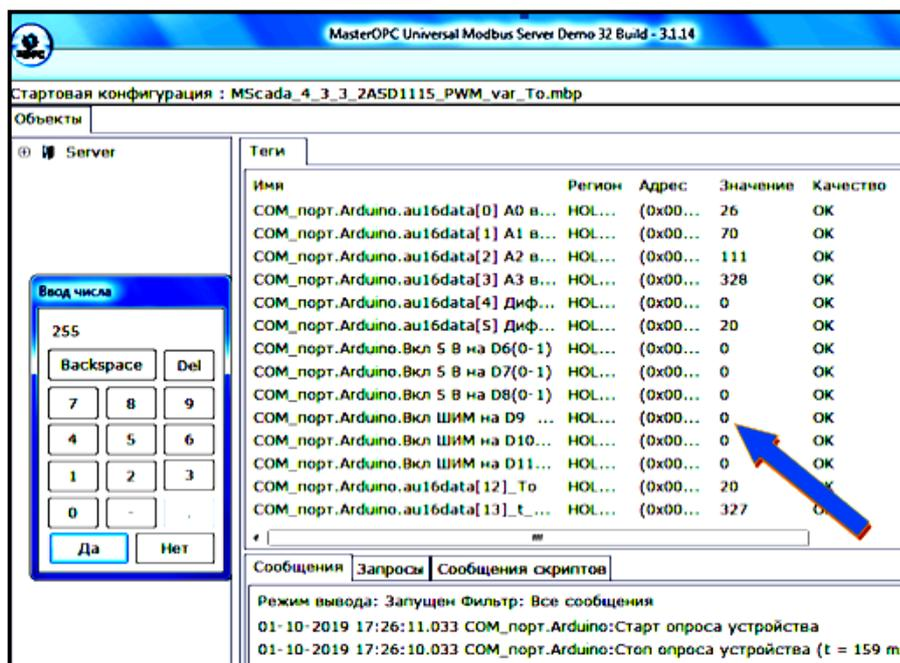

Рисунок 6. Отправление сообщения на устройство
- 5.** Для проверки правильности настроек запустить режим опроса OPC-сервера. Если в столбце "Значения" появляются изменяющиеся значения параметров, а в столбце "Качество" стоят значения "ОК" (рис.6), значит подключение OPC сервера осуществлено правильно.
Для проверки отправки данных с OPC сервера необходимо вызвать меню данных, что осуществляется двумя кликами мыши по значению параметра. При этом появляется меню типа калькулятора, с которого можно опрavit данные в устройство (рис.6).